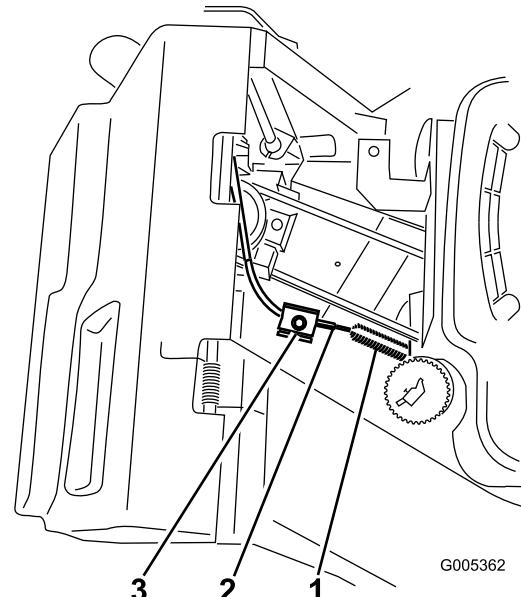

Figure 29
5. Desserrez la vis du serre-câble jusqu'à ce que la gaine du câble puisse coulisser (Figure 29).